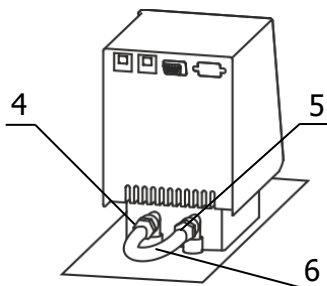

Рисунок 3 — Установка перемычки
2.2.4 К переливному штуцеру 9 (рисунок 3) присоединить гибкий шланг, второй конец которого опустить в емкость для сбора излишков теплоносителя объемом 1,5–2 литра.
2.2.6 Соединить входной 4 и выходной 5 штуцеры насоса блока регулирования при помощи шланга-перемычки 6 (рисунок 3) и хомутов из комплекта поставки блока регулирования.
2.2.7 Вставить вилку сетевого кабеля блока регулирования в розетку 12 (рисунок 3). Соединить кабелем из комплекта поставки блок регулирования (разъем 7) и холодильную машину (разъем 8). Сетевой кабель термостата подключить к питающей сети. Для этого в лабораторном помещении должна быть установлена электрическая розетка из комплекта поставки термостата.
2.2.8 Автоматический выключатель 11 (рисунок 3) перевести в положение «включено».
2.2.11 Для заполнения соединительных шлангов и устранения воздушных пробок при первом запуске термостата, необходимо включить блок регулирования в режиме прокачки. При работе циркуляционного насоса уровень теплоносителя во внутренней ванне понизится, что может привести к срабатыванию защиты от недостаточного уровня теплоносителя. Доливать теплоноситель следует до тех пор, пока он не начнет переливаться через штуцер 9 (рисунок 3).
2.4.2 Надеть сливной шланг из комплекта поставки на кран 10 (рисунок 3) и закрепить его хомутом. Свободный конец шланга опустить в емкость для сбора теплоносителя объемом, превышающим объем термостата.